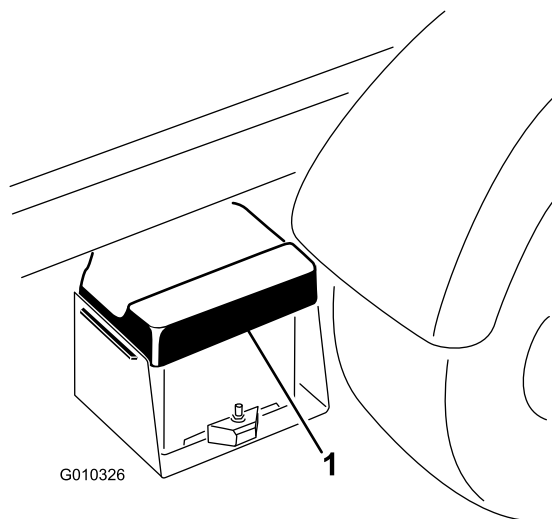

Рисунок 59
1. Сожмите крышку аккумулятора, чтобы высвободить лапки из его основания, и снимите крышку с основания аккумулятора (Рисунок 59).